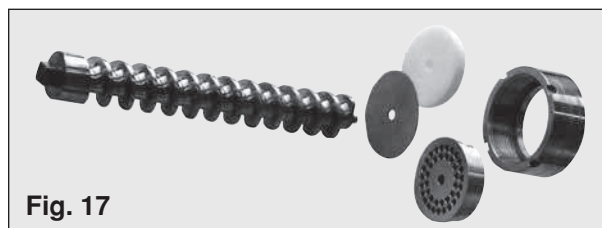

Fig. 17
- procedere quindi allo smontaggio e lavaggio dei pezzi mobili (**Fig. 17 - 18**) e alla pulizia della macchina (vedi cap. 6 PULIZIA pag. 21);